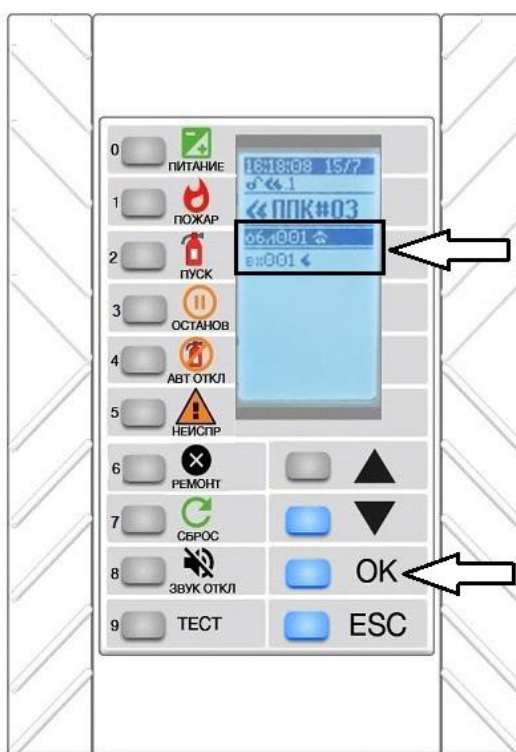

Рисунок 21
3. Выбрать область срабатывания, при необходимости используя навигационные кнопки, и нажать «ОК». Затем следует еще раз нажать кнопку «ОК» (рисунок 21).